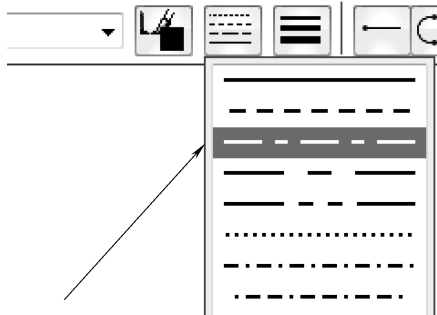

图 6-7 选择“点画线”
(1) 单击【绘制草图】选项卡【绘图】区域下的 【直线】按钮，在上方弹出的菜单栏中的 【线型】中选择【点画线】选项，如图 6-7 所示。